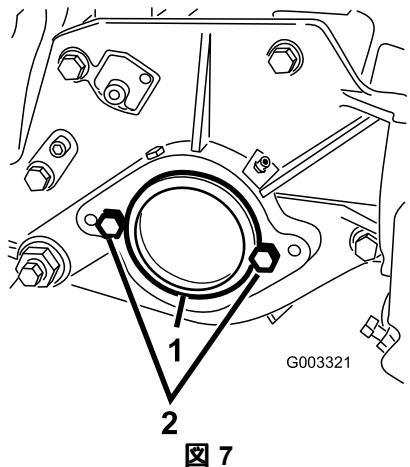

図 7
2. カッティングユニット右側のベアリングハウジングについているプラスチック製のプラグを外す図 7。
3. 右側サイドプレートからキャップスクリュ2本を取り外す図 7。
5. カッティングユニットの左側サイドプレートに、リールモータ取り付け用のキャップスクリュ2本を仮止めする図 7。